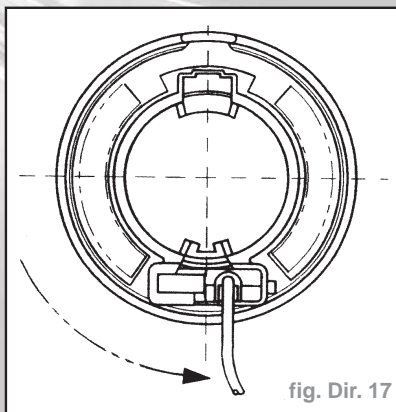

fig. Dir. 17
- tourner la partie supérieure du contact tournant dans le sens contraire des aiguilles d'une montre. L'approche en position extrême, se précise par une dureté en rotation (ne pas forcer) (fig. Dir. 17).